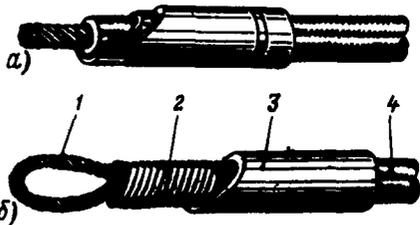

Рис. 62. Заделанный провод без наконечника:
8. В экстренных случаях допускается подключение провода без наконечников. В таких случаях жила (рис. 62) должна быть скручена и облужена (при подключении под винт) или заделана в кольцо и облужена (при подключении под гаечные соединения). При первой же послеполевой подготовке должен быть припаян соответствующий наконечник (пластинчатый или гильзовый).